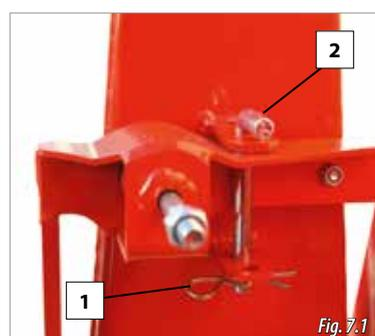

Fig. 7.1
- A. Inserire la sicura (2, Fig. 7.1) e sul retro inserire il passante (1, Fig. 7.1).
- A. Rimuovere il passante (1, Fig. 7.1) ed estrarre la sicura (2, Fig. 7.1).